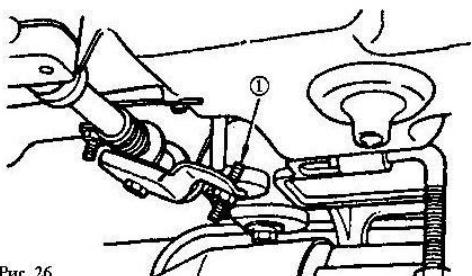
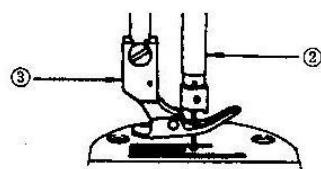

Рис. 26
Рис. 27
18. РЕГУЛИРОВКА ВЫСОТЫ КОЛЕНОПОДЪЕМНИКА ЛАПКИ (Рис. 26, Рис. 27_).
- Вы можете подрегулировать подъем лапки до 13 мм регулировочным винтом рычага коленоподъемника (1). (Максимальный подъем для машины модели GC 5550A должен быть 9 мм).
- Если Вы отрегулировали подъем на высоту более 10 мм, убедитесь, что нижний конец стержня игловодителя (2) не ударяет в лапку (3) при шатком положении стержня.